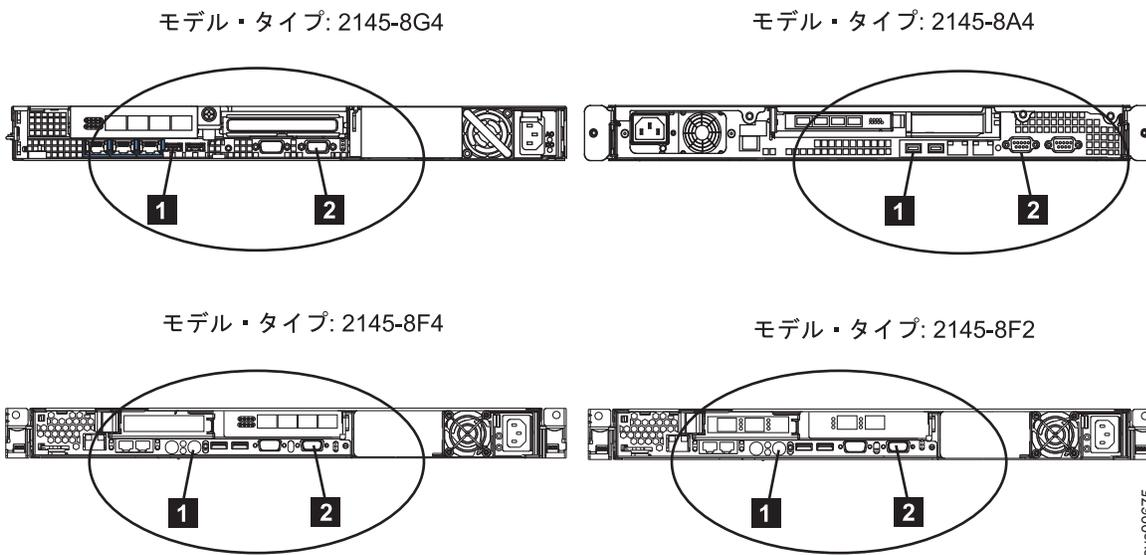
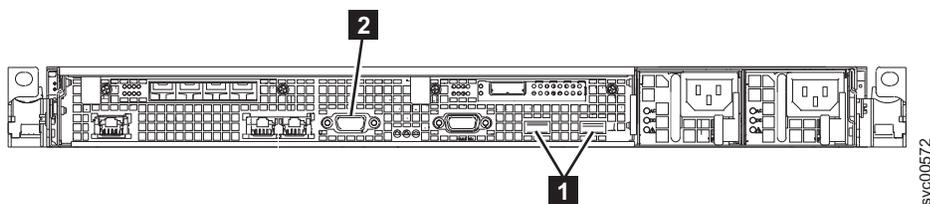
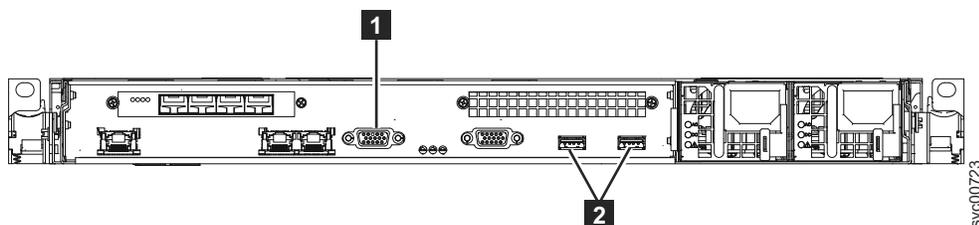

図 106. SAN ボリューム・コントローラーのモデル 2145-8G4、2145-8A4、2145-8F4、および 2145-8F2 上のキーボードとモニター・ポート
図 107. SAN ボリューム・コントローラー 2145-CF8 上のキーボード・ポートとモニター・ポート
図 108. SAN ボリューム・コントローラー 2145-CG8 上のキーボード・ポートとモニター・ポート
- b. キーボード **1** とディスプレイ **2** を接続します。311 ページの図 106 は、キーボード・ポートとモニター・ポートの位置を示しています。311 ページの図 107 は、2145-CF8 のキーボード・ポートとモニター・ポートの位置を示しています。311 ページの図 108 は、2145-CG8 のキーボード・ポートとモニター・ポートの位置を示しています。